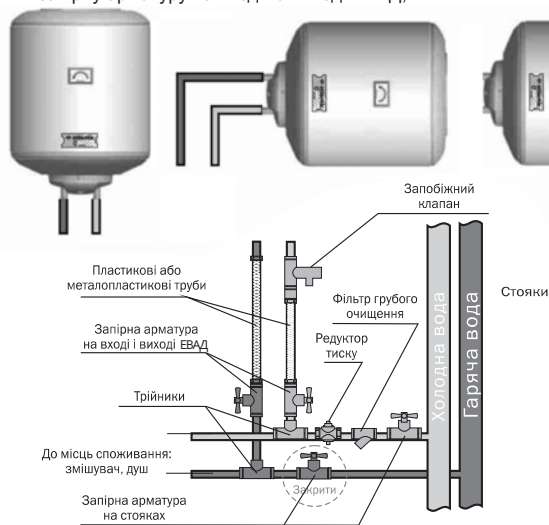
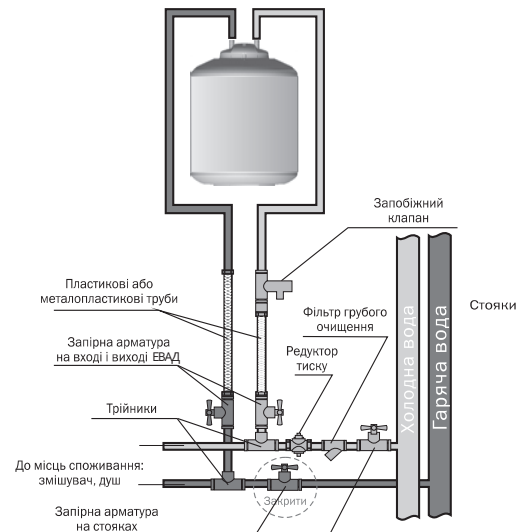

Рис. 5. Підключення ЕВАД у вертикальному / горизонтальному положенні
Рис. 6. Підключення ЕВАД, що встановлюється під мийкою
Підключення (рис. 5, 6):
**УВАГА!** Підключення до системи водопостачання ЕВАД моделей O'Pro PC 10SB, PC 15S має виконуватися чітко у відповідності зі схемою, наведеною на рис. 6. Запобіжний клапан кріпиться на трубопроводі осторонь від ЕВАД. При встановленні моделей Steatite в горизонтальному положенні патрубок подачі холодної води (помічений синім кільцем) повинен бути розташований знизу, а патрубок гарячої води (помічений червоним кільцем) - зверху (рис. 5).
**Увага! Один раз на місяць необхідно з запобіжного клапану видаляти вапняний осад і перевіряти чи його не заблоковано шляхом короткочасної установки тригера в горизонтальне положення, при цьому через зливний отвір витече невелика кількість гарячої води.** Для чого спочатку потрібно перекрыти запірну арматуру на вході в ЕВАД (рис. 5, 6), а також відкрити кран гарячої води у місці споживання.
При тривалій перерві в роботі ЕВАД його необхідно від'єднати від електричної мережі та перекрыти вентиля на вході та на виході (рис. 5).